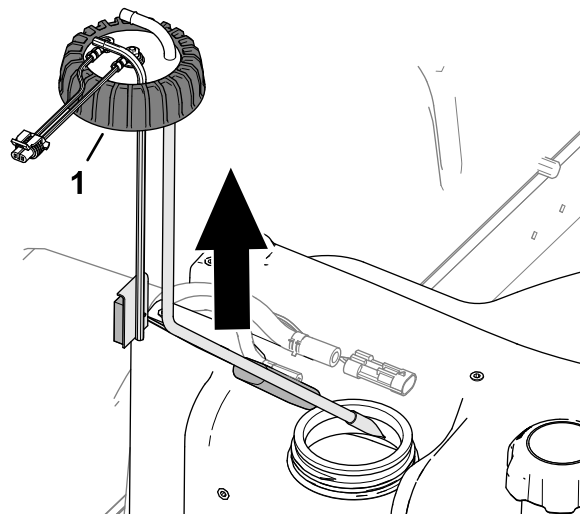

Figura 85
5. Afrouxe a tampa do sensor de combustível (Figura 85).